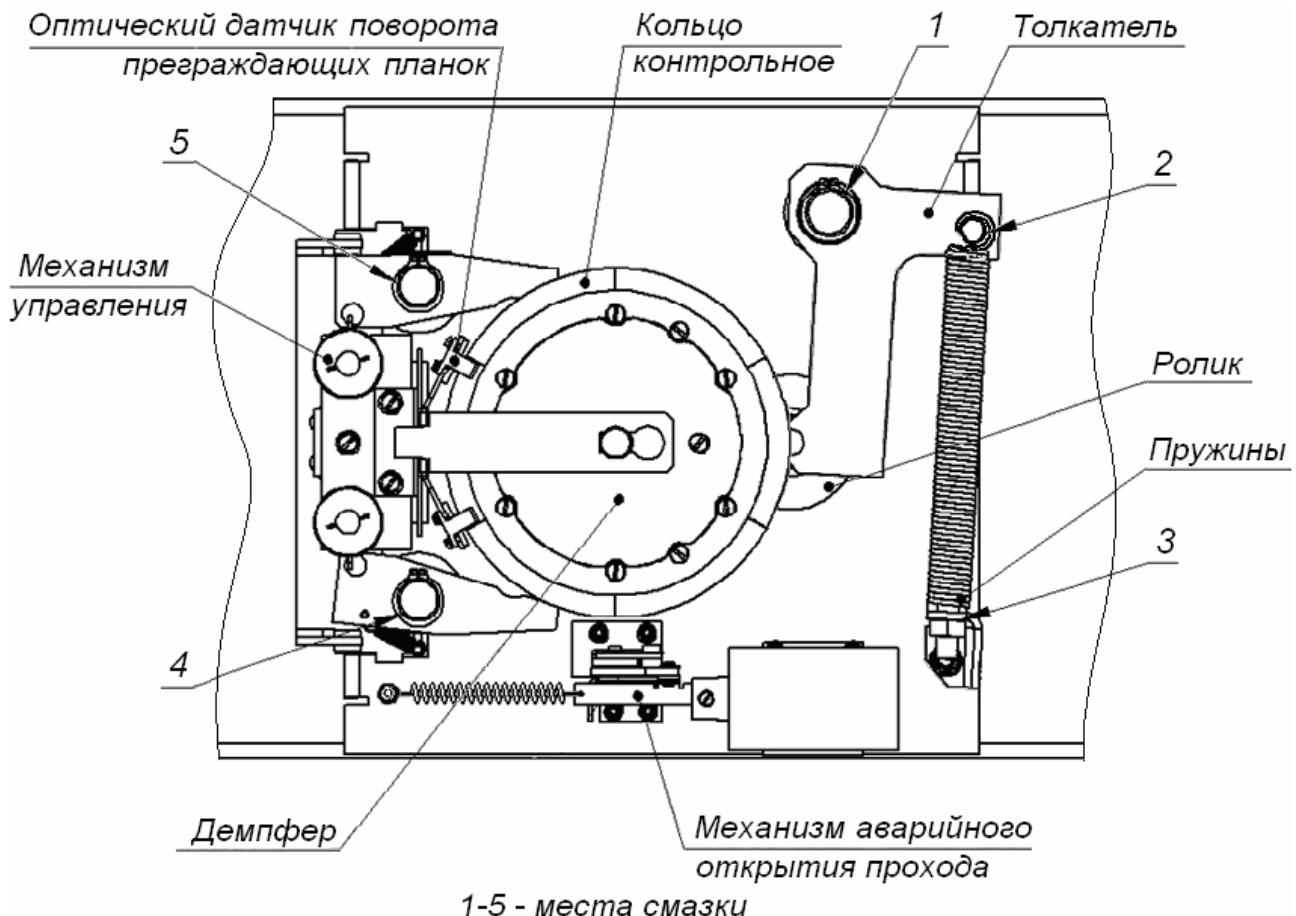

Рисунок 15. Расположение внутренних деталей и узлов стойки ЭП
4. Снимите крышку (3) в порядке, указанном в разд. 6 и положите ее на ровную устойчивую поверхность.
5. Осмотрите устройство доворота (толкателем, пружины и ролик), оптические датчики поворота преграждающих планок и демпфирующее устройство (см. рис. 15).
- смазкой типа ***Chain and Rope Lube Spray - WEICON*** оси вращения рычага толкателя (1, рис. 15) ролика и стопоров (4, 5, рис. 15);
- смазкой ШРУС-4 точки крепления пружинворота (2, 3, рис. 15).
9. Проверьте крепление преграждающих планок (4) в шарнирных узлах турникета и, при необходимости, подтяните крепежные винты.